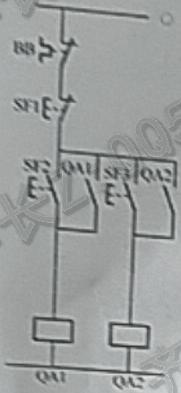

图 4-2
2. 某工程师设计电机正反转控制电路如图 4-2 所示，试分析该电路存在的问题，并给出合理的解决方案。（画出控制电路，并标注符号）